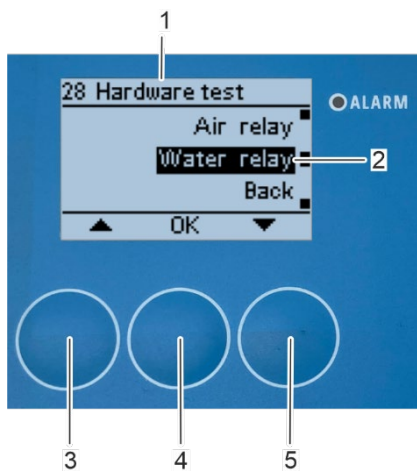

Figura 150: Abrir el submenú «Relé del agua»
⇒ El submenú «28 Prueba de hardware» (Figura 150/1) volverá a aparecer en la pantalla, el relé de agua se cerrará y saldrá agua por las boquillas de agua caliente a alta presión.
5. Después de comprobar el relé del agua, abra de nuevo el submenú «Relé del agua» (Figura 150/2) pulsando [Aceptar] (Figura 150/4).